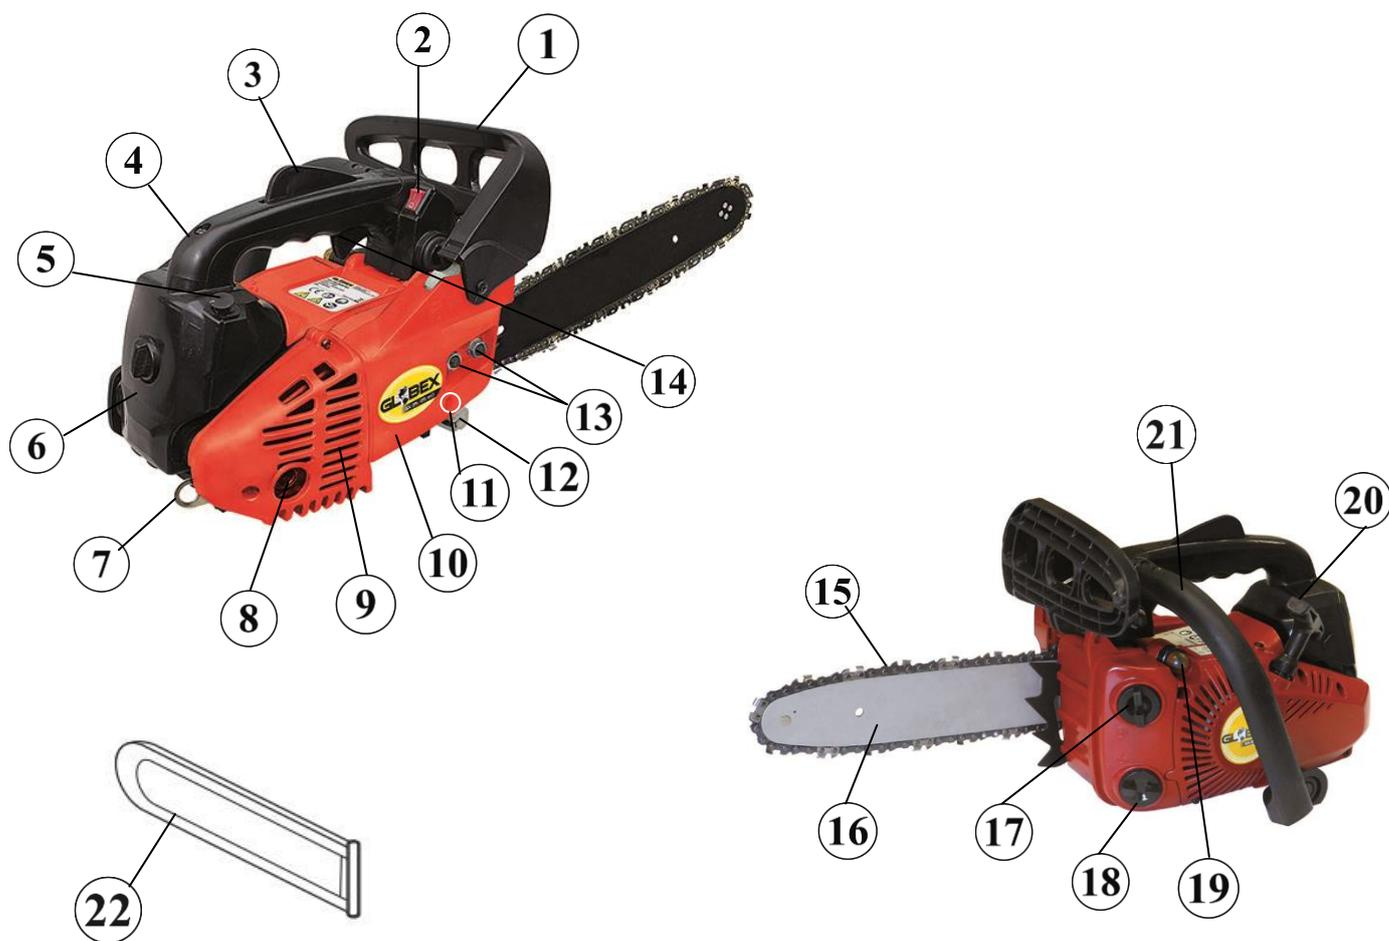

Fig.1
- Allentare di alcuni giri la vite tendicatena (Fig. 1-⑪) e montare la barra di guida (Fig. 3A-②) prestando attenzione a far corrispondere la vite tendicatena (Fig. 1-⑪) con l'apposito foro (Fig. 3A-③) ubicato sulla barra (Fig. 3A-②), poi posizionare la catena (Fig. 3A-①) nella scanalatura perimetrale della barra con i bordi taglienti rivolti nella direzione di rotazione (Fig. 3B).
- Tenendo sollevata la parte anteriore della barra, regolare la tensione della catena ruotando la vite tendicatena (Fig. 1-⑪) finché tutta la catena risulta aderente alla barra.